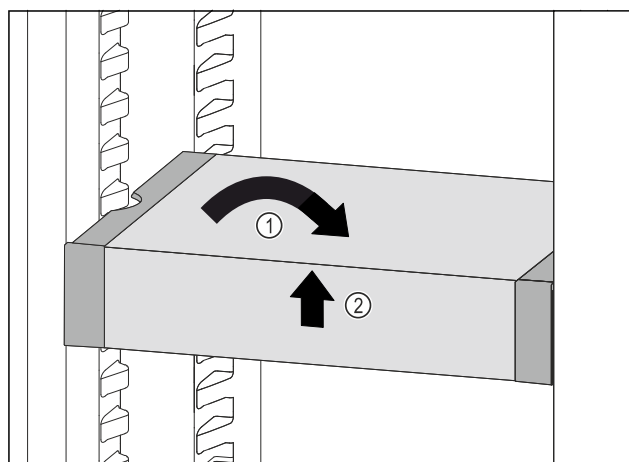

Fig. 79
- ▶ Изправете VarioSafe. Fig. 79 (1)
- ▶ Повдигнете VarioSafe отпред. Fig. 79 (2)